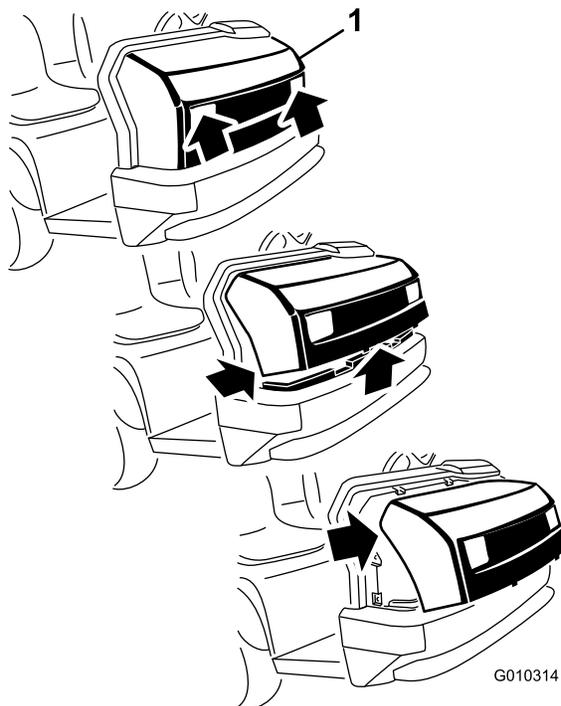

Figure 47
1. Saisissez le capot par les ouvertures des phares et soulevez-le pour dégager les pattes de fixation inférieures des fentes du cadre (Figure 47).
2. Faites pivoter le bas du capot vers le haut jusqu'à ce que vous puissiez dégager les pattes de fixation supérieures des fentes du châssis (Figure 47).
- Pivotez le haut du capot en avant et débranchez les connecteurs des fils des phares (Figure 47).
- Insérez les pattes de fixation supérieures dans les fentes du châssis (Figure 47).
- Insérez les languettes de montage inférieures dans les fentes du cadre (Figure 47).